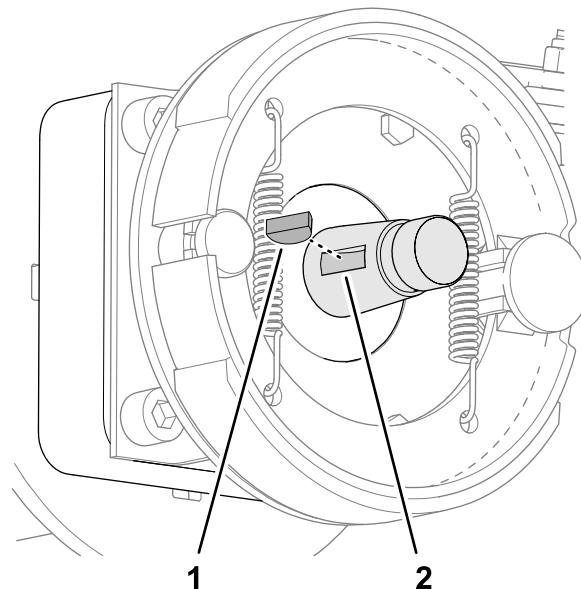

Рисунок 85
2. Вставьте сегментную шпонку в шпоночный паз вала мотор-колеса (Рисунок 85).